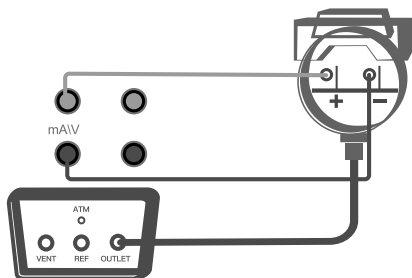

图3-17 校准二线制压力变送器
- ◆ 二线制压力变送器，如图3-17所示连接气路和电路；
- ◆ 如图3-17所示连接气路，如图3-10、3-11、3-12或3-13连接电路。